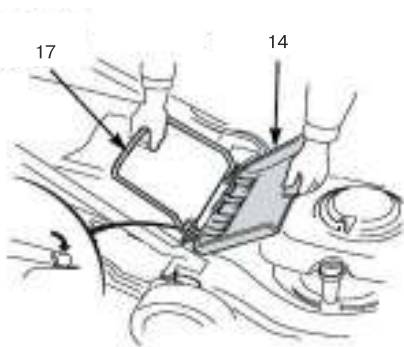

рис. 2
## **Установка травосборника (Рис. 2)**
1. Поднять крышку (14) и подвесить травосборник (17) на продольную ось при помощи двух крючков
2. Опустить крышку (14). Рис. 2